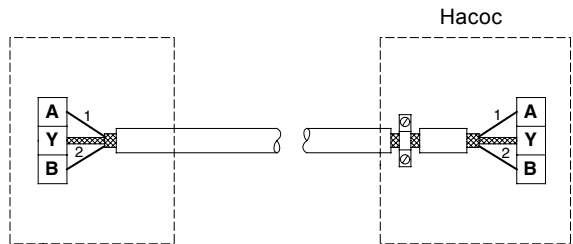

Рис. 7 Подключение 2-жильного экранированного кабеля
- Если при установке старого насоса применялся экранированный 2-жильный кабель, подключение должно быть произведено, как показано на рис. 7.